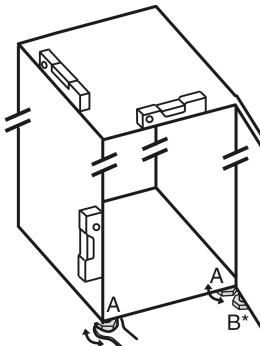

Fig. 5
- Seřizovací nožky Fig. 5 (A) vyšroubujte pomocí přiloženého vidlicového klíče a pomocí vodováhy, dokud nebude spotřebič pevně vyrovnaný.
- Seřizovací nožku Fig. 5 (B) na stojanu ložiska vytáčejte pomocí přiloženého vidlicového klíče, až dosedne na zem.
- Seřizovací nožku Fig. 5 (B) otáčejte dál o 90°.